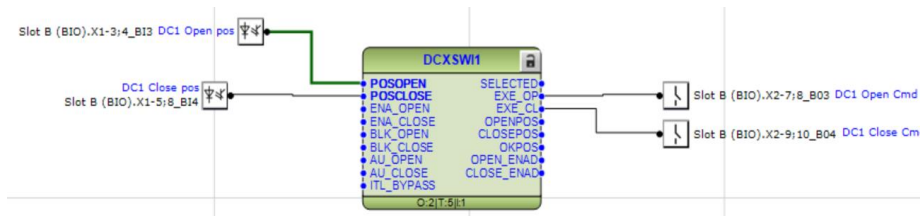

Imagen 92_Conexiones finales del bloque DCXSWI1 con 2 entradas y 2 salidas.
2.2.16 Teniendo así el bloque que podemos observar en la **Imagen 92**: